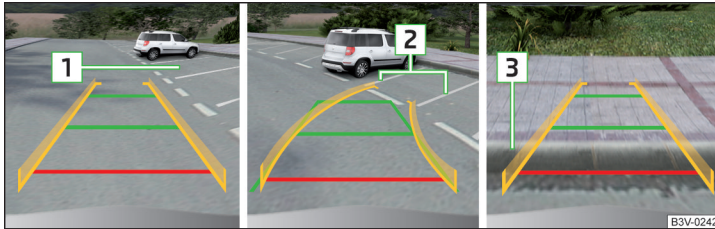

Abb. 185 Displayanzeige
- An der ausgewählten Parklücke **1** » Abb. 185 langsam vorbeifahren und das Fahrzeug anhalten.